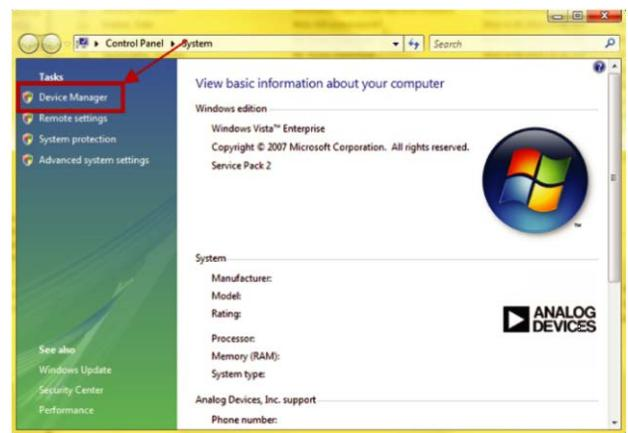

図 5.コンピュータのプロパティ
1. Start メニューの **Computer** を右クリックして **Properties** を選択します。図 5 のウインドウが表示されます。